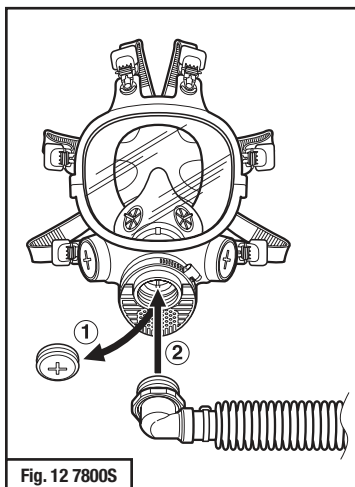

Fig. 12 7800S
2. Retire o plugue 7890 da 3M™ da porta central do respirador Facial Inteira. (Fig. 12 e 13).
4. Rosqueie a traqueia GVP-123 (parte que mostra um cotovelo de 90° da traqueia) na porta de entrada no centro no respirador facial inteira (Fig. 12 e 13).